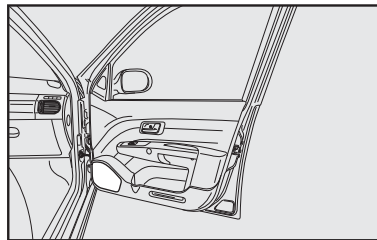

fig. 126
– sede para alto-falantes na lateral traseira da Strada Adventure Cabine Dupla **fig. 126.**
– alto-falantes na porta dianteira **fig. 126.**